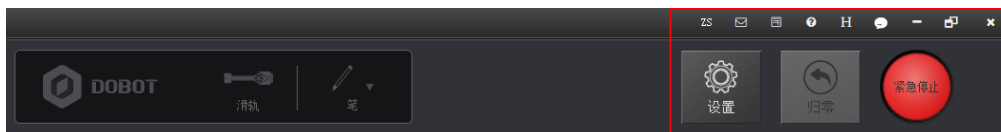

图 5.4 对 Magician Lite 进行设置、归零、紧急停止、查看版本和语言切换等操作
- 在 DobotStudio 页面可以对 Magician Lite 进行设置、归零、紧急停止、查看版本和语言切换等操作。如图 5.4 所示。